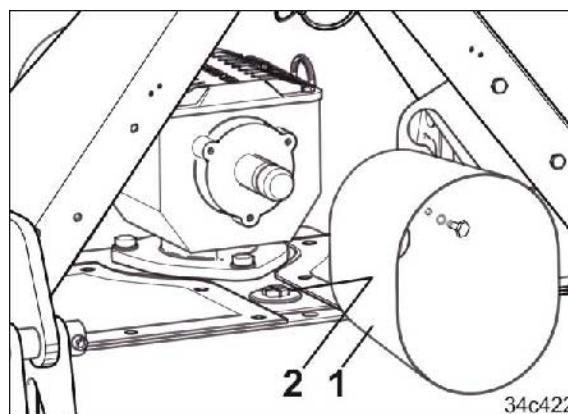

Fig. 181
2. Dévisser la tête de protection (Fig. 181/1).
3. Ouvrir le bouchon d'étanchéité (Fig. 181/2).